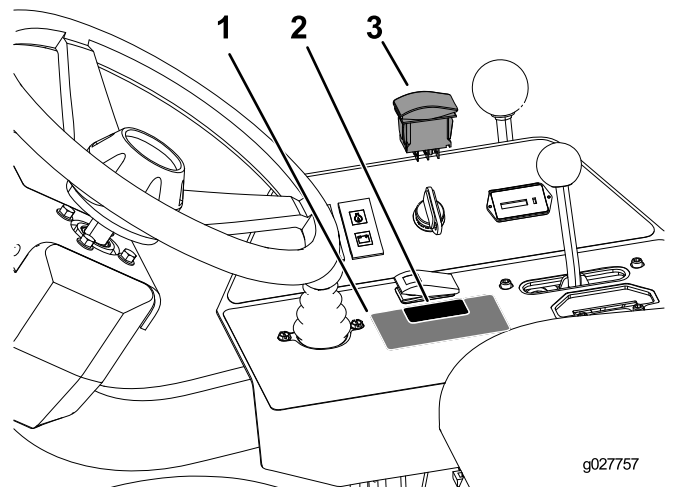

Figura 9
2. Retire el tapón de plástico e instale el interruptor, según se muestra en Figura 9.
3. **Modelos fabricados antes de 2015:** Aplique la pegatina en el panel de control según se muestra en Figura 9.